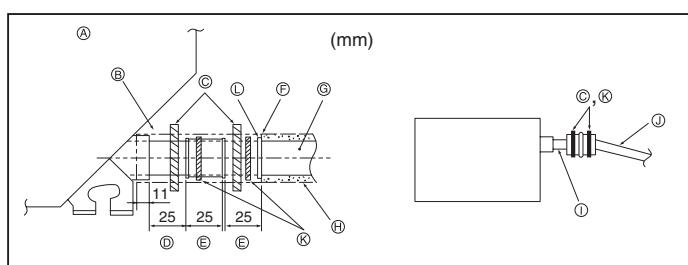

Fig. 3-5
- Sluit de aftapbus (meegeleverd met het apparaat) aan op de afvoeropening. (Fig. 3-5)